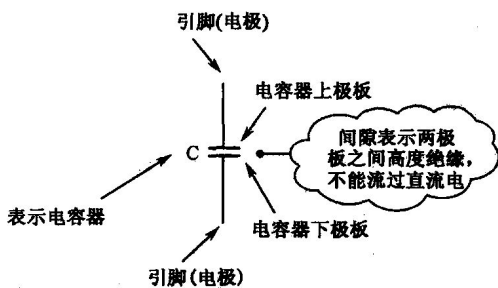

图 1.7 电容器电路符号举例
(4) 电路符号中的字母是该元器件英语单词的第一个字母,如变压器用T表示,它是英语Transformer的第一个字母。如果懂英语也有助于识别电路图电路符号,这对一些电路的识图非常有益。
(5) 一些元器件的电路符号还能表示该元器件的结构和特性,如图1.7所示是电容器的电